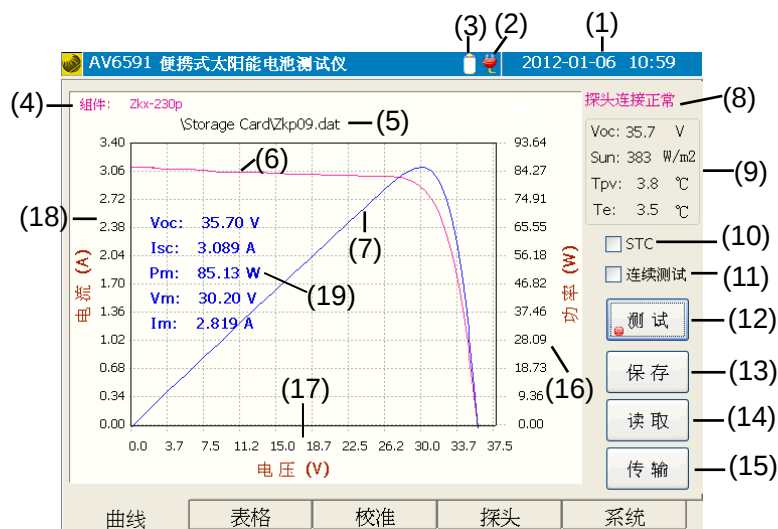

图 5-2 曲线窗口示意图
按住便携式太阳能电池测试仪的电源按钮^①约 4 秒，仪器开机，进入便携式太阳能电池测试仪的操作界面，如图 5-2 所示。操作界面分五个子模块：曲线、表格、校准、探头和系统。
曲线窗口主要用于显示测试曲线，主要测试结果以及探头的状态和测试数据等，如图 5-2 所示：
点击【测试】按钮或者按下 **Enter** 键，将测试出当前环境条件下，被测电池组件的 I-V 数据，测试完毕，将在曲线窗口上显示出当前环境下被测电池组件的 I-V 曲线和 P-V 曲线。如图 5-2 所示。